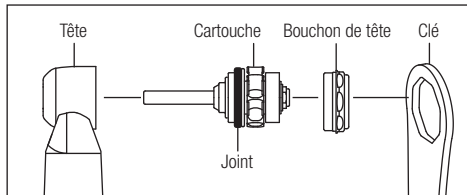

Fig. 6
- S'assurer que les 2 joints (Fig. 6) soient correctement positionnés sur le rotor.